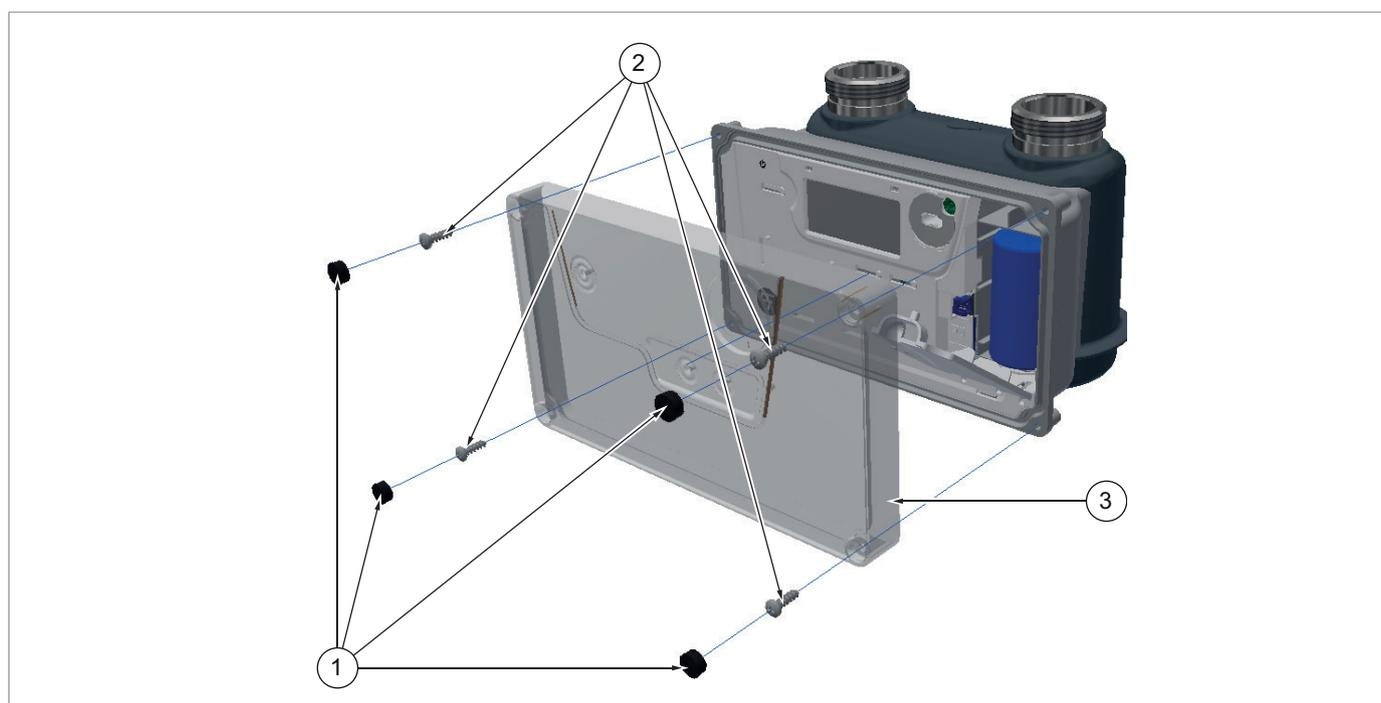

Fig. 11.10. Piezas de repuesto
- una posición indicada en el plano de montaje del equipo (Fig. 11.10.);